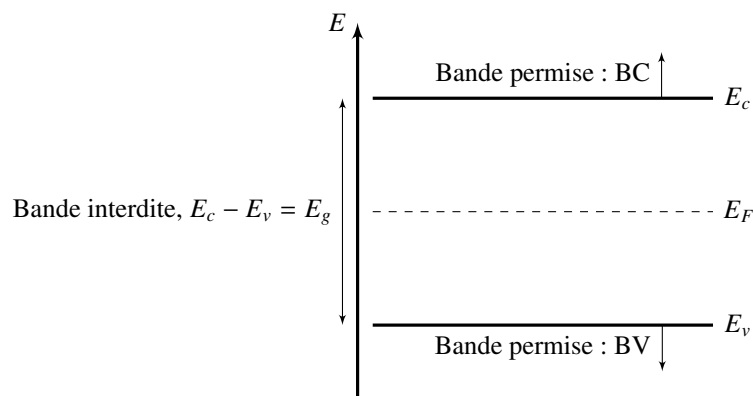

FIGURE 1 – Diagramme de bandes d'un matériau semi-conducteur (non dopé).
Rappel : dans un matériau semi-conducteur, les électrons occupent des états stationnaires dont les valeurs possibles de l'énergie forment des bandes permises, séparées par des bandes interdites. À température nulle, le niveau de Fermi E_F est dans une bande interdite de largeur E_g . Comme illustré figure 1, l'énergie permise la plus basse possible au-dessus de E_F est notée E_c , c'est le niveau le plus bas d'une bande permise appelée bande de conduction (BC). L'énergie permise la plus haute possible en-dessous de E_F est notée E_v , c'est le niveau le plus haut d'une bande permise appelée bande de valence (BV).